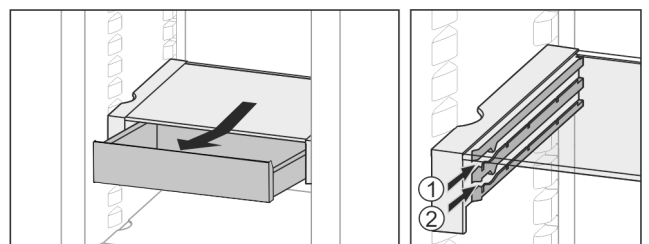

Fig. 24
- Inserire all'altezza desiderata Fig. 24 (1) o Fig. 24 (2).